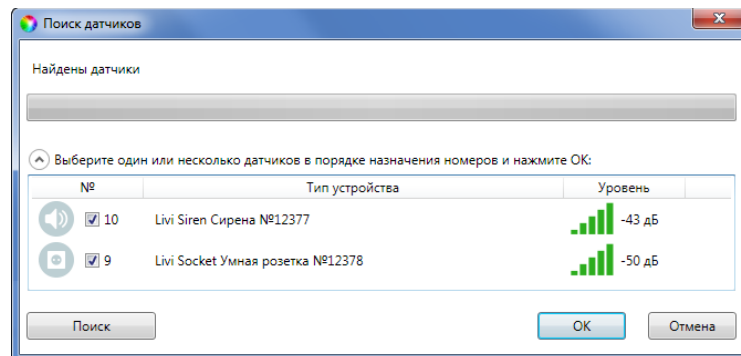

Рисунок 7.43 – Поиск радиоустройства
4. В следующем окне (см. рисунок 7.43) будет отображен список устройств, доступных для связывания в радиусе действия радиоканала. Если подключаемого устройства нет в списке, то его следует повторно перевести в режим связывания (любое устройство серии Livi находится в режиме связывания ровно 60 секунд).